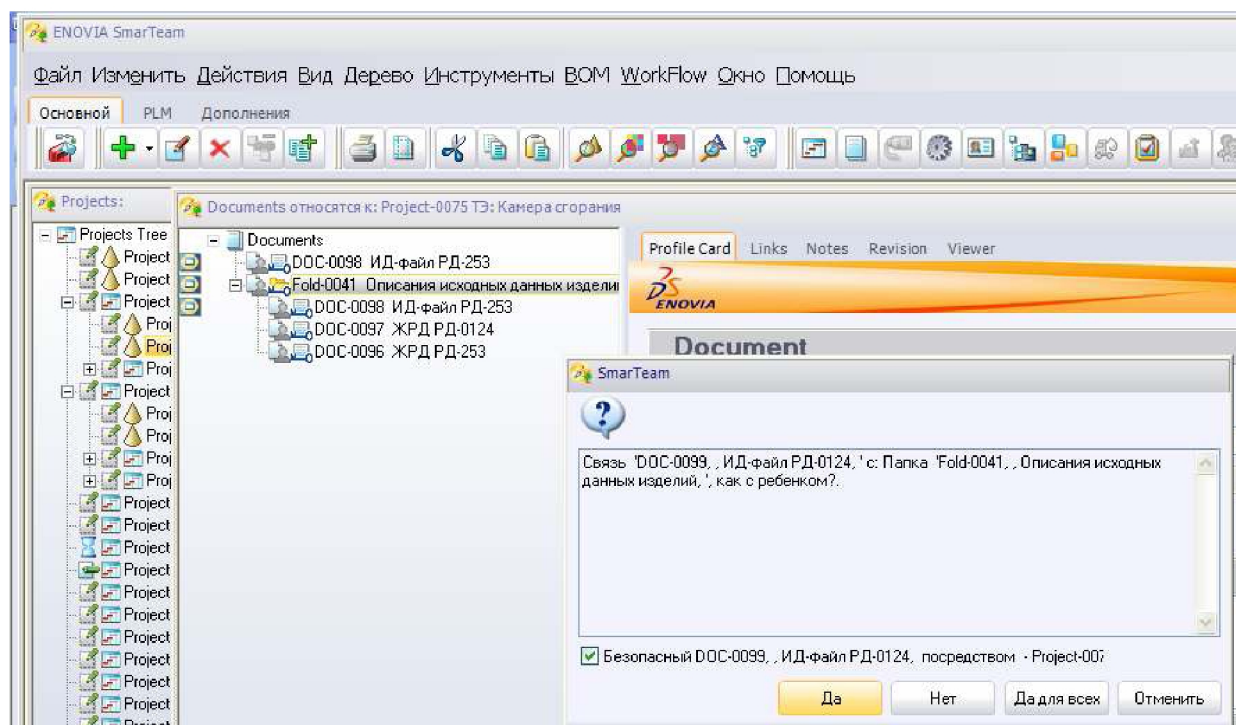

Рисунок 11 – Создание объекта «Ребенка» к объекту «Описания исходных данных» (закладка «System»)
4. Создается связь объектов. Все необходимые решения система с Вами согласовывает (рисунок 11).